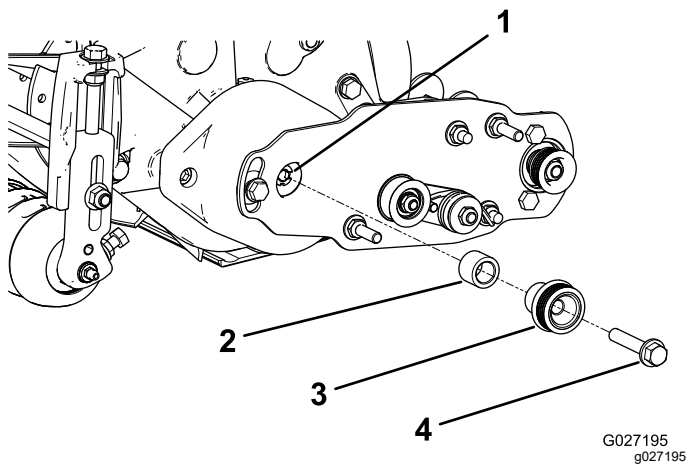

图 13
1. 将隔片插入轴承座的轴中图 13。
2. 将驱动皮带轮插入隔片和驱动轴图 13。
3. 用一个凸缘头螺栓 3/8 x 2 英寸将皮带轮和隔片固定到驱动轴上请参阅图 13。